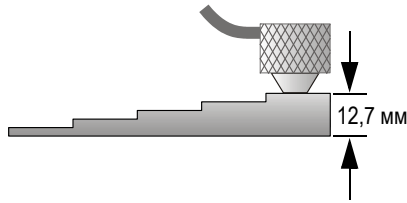

Рис. 5-4 Калибровка скорости звука на толстой части 5-ступенчатого образца
- b) Установите преобразователь на толстый образец, умеренно либо сильно прижимая его (см. Рис. 5-4 на стр. 60).